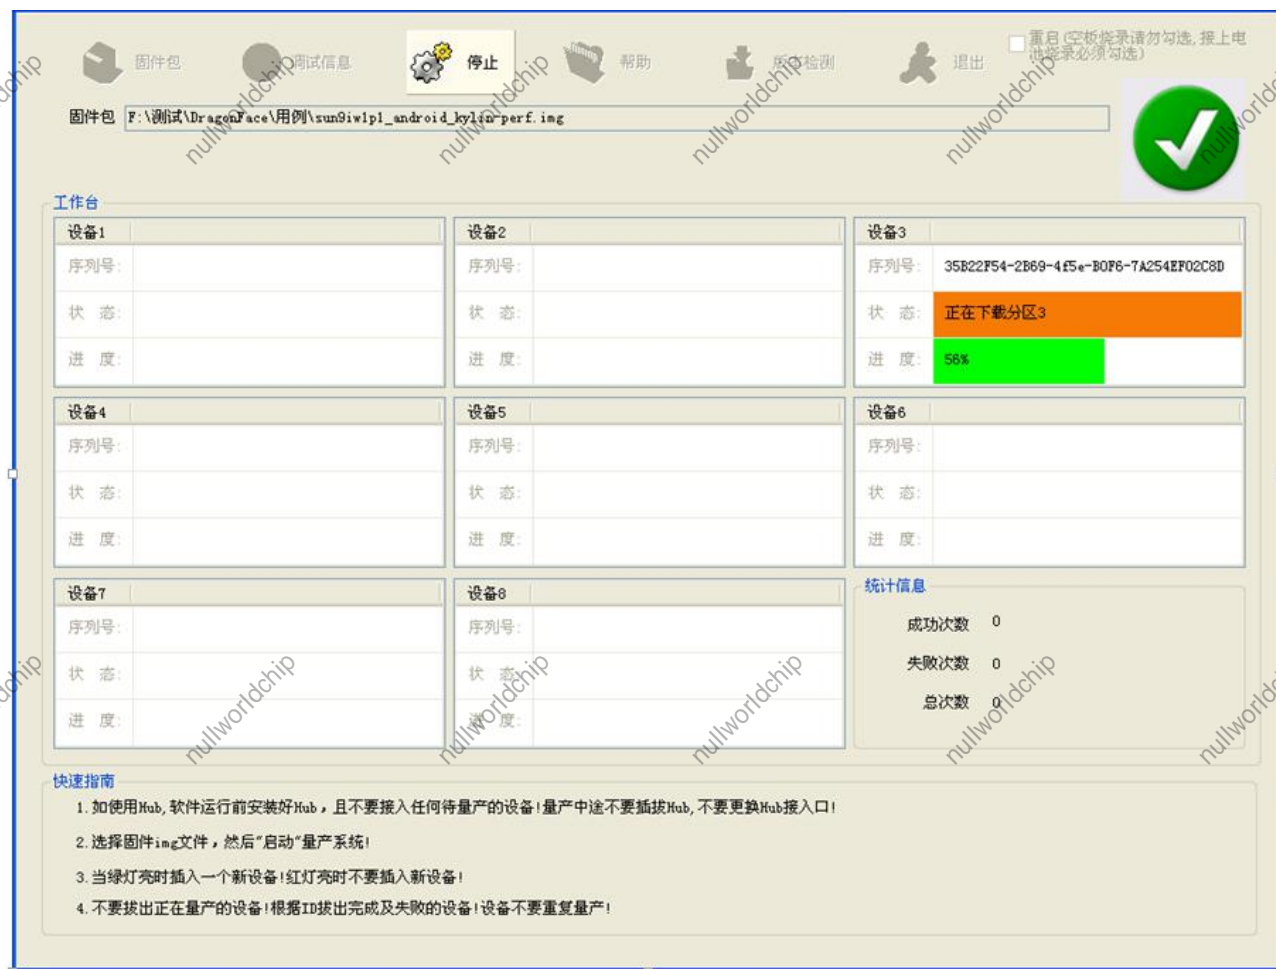

图 2.3 设备插入后界面
c. 插入设备后出现如图 2.3 所示，软件会给每个 USB 口的设备分配设备号，如图中的 USB 口对应“设备 3”，表示该 USB 口的设备 ID 都是 3。请用标签标记对应的 USB 线的 ID 号（此操作只需做一次）。在量产完成后，要此凭标签的 ID 号进行拔设备。